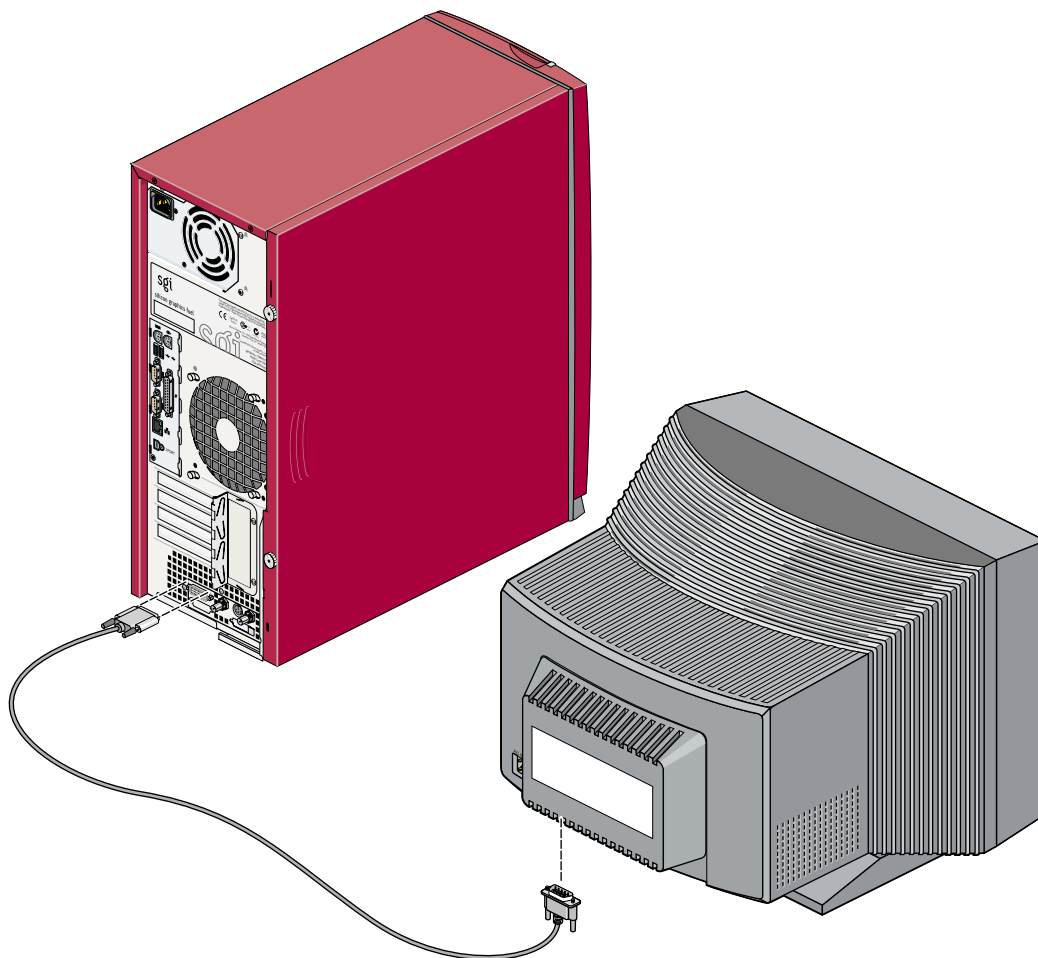

Abbildung 1-7 Anschließen des Monitorkabels
3. Schließen Sie das Monitorkabel an. Gehen Sie dazu wie folgt vor (siehe Abbildung 1-7):